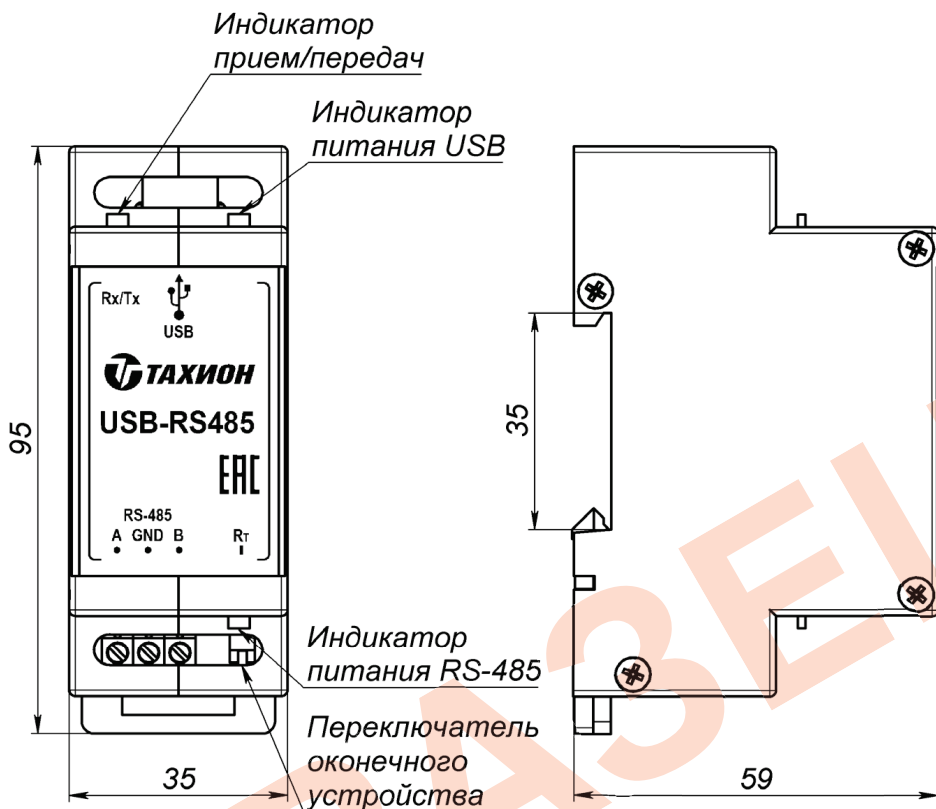

Рисунок 1 – Внешний вид и габаритные размеры
В преобразователе предусмотрен встроенный оконечный согласующий резистор 120 Ом. Подключение резистора осуществляется переключателем оконечного устройства «R_T» (см. рисунок 1).
Два светодиодных индикатора «питания USB» и «питания RS-485» информируют о наличии питания по USB и RS-485 (см. рисунок 1).
Светодиодный индикатор «приём/передача» информирует об активности обмена данными (см. рисунок 1):
4. При необходимости активируйте встроенный оконечный согласующий резистор 120 Ом с помощью переключателя оконечного устройства «R_T» (см. рисунок 1).